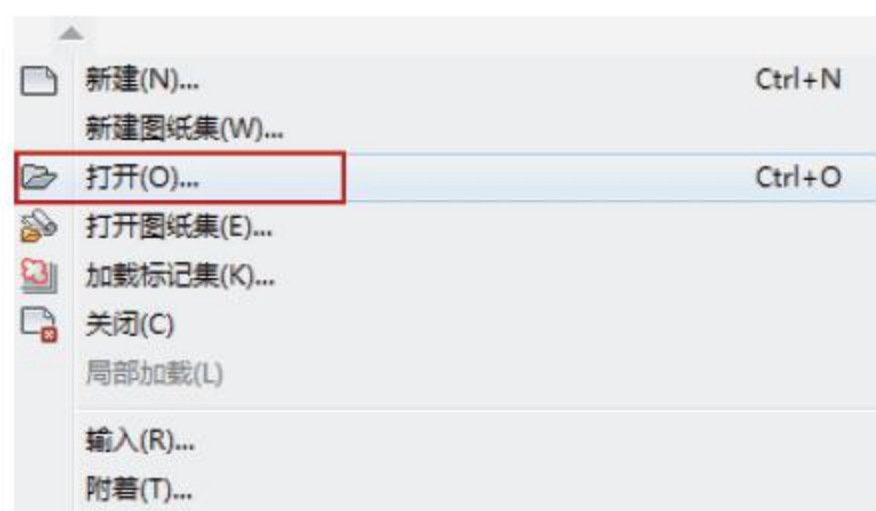

图2-136 选择命令
- 菜单栏:执行菜单【文件】|【打开】命令,如图2-136所示。